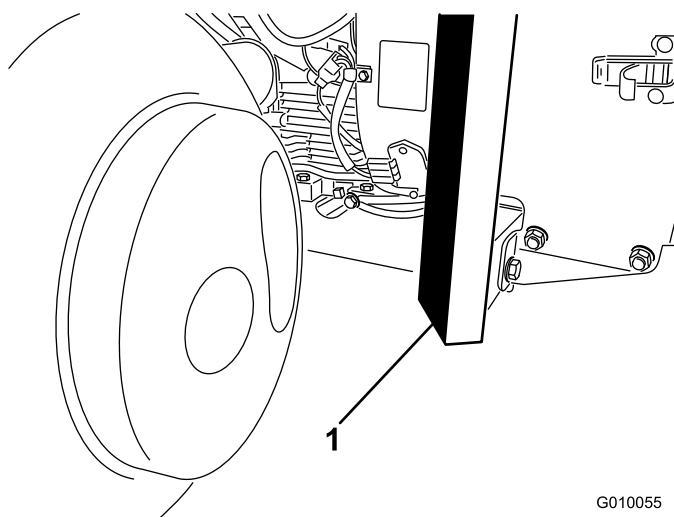

Figura 36
3. Posicione bem o macaco debaixo da parte da frente da estrutura (Figura 36).